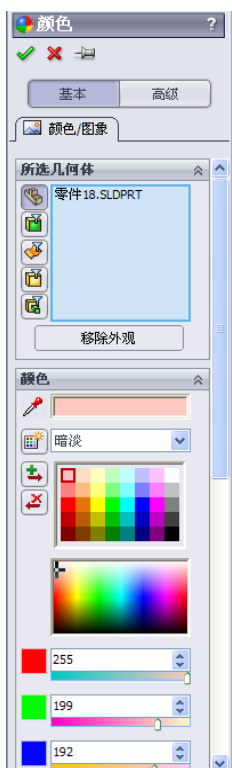

图 7-100 设置颜色
① 执行命令。右键单击图形中的任意点，此时系统弹出如图 7-99 所示的快捷菜单，选择“外观”下的“零件”，此时系统弹出“颜色”属性管理器，设置花盆颜色，如图 7-100 所示。